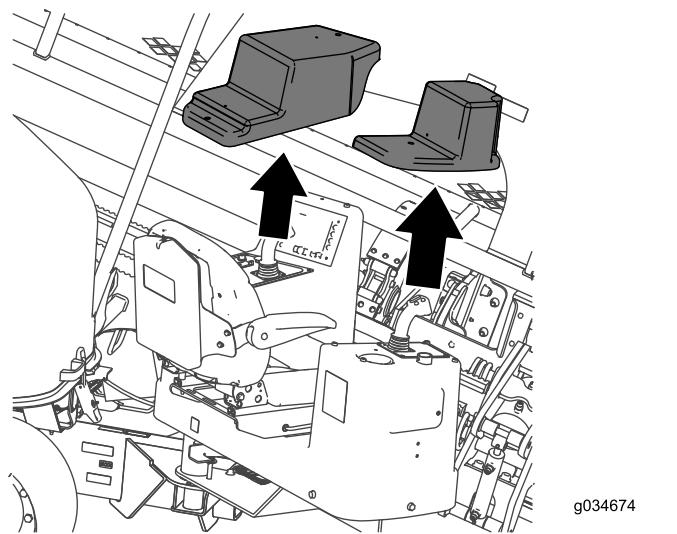

Figura 40
3. Afloje los 4 tornillos que sujetan las fundas sobre las consolas del operador, y retire las fundas (Figura 40).